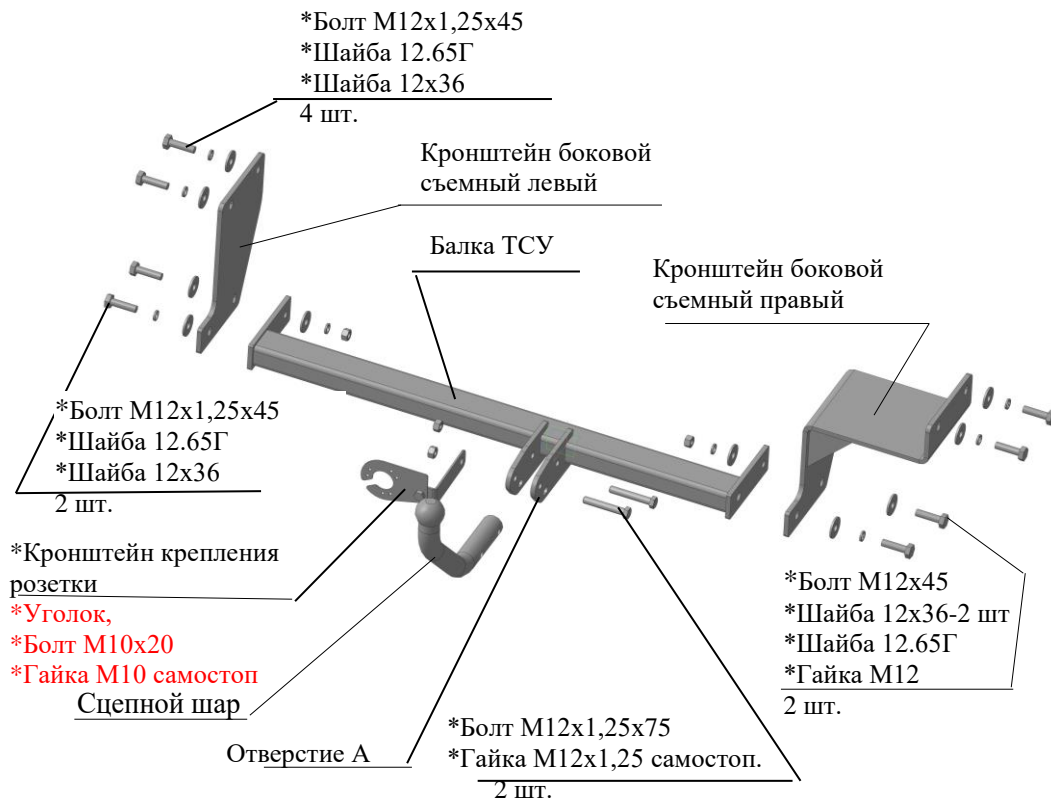

Рис.1 Тягово-сцепное устройство ТСУ 7333.
2.1 ТСУ 7333 в сборе (рис.1)	1 шт.
2.2 Пакет с комплектующими (см. рис.1)	1 шт.
4.2 Закрепить правый и левый боковые съемные кронштейны (соответственно рис.1) к боковым внешним полкам лонжеронов а/м болтами М12х1.25х45 (используя гайки приварные штатные), под головки болтов подложить шайбы 12.65Г и 12х36. Крепеж не затягивать.